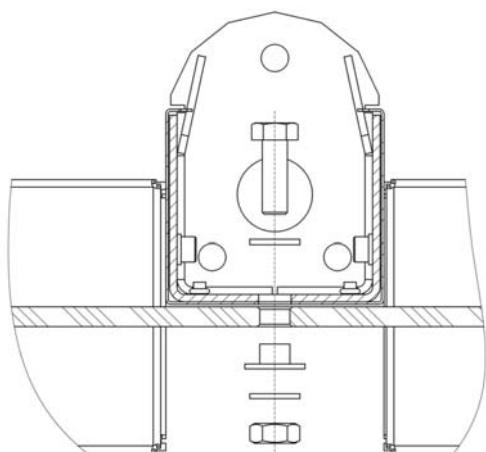

Рисунок 24. Крепление стекла заполнения в центральной стойке PERCo-ST-01
7. Снимите передние панели (8) обеих боковых стоек.
8. Используя рожковые и торцевые ключи S17, открутите и снимите 6 болтов M10×30 с шайбами, пластиковыми втулками и гайками крепления стекла заполнения (по два – в кронштейнах боковых стоек и два – на центральной стойке) (см. рис. 24, 25).